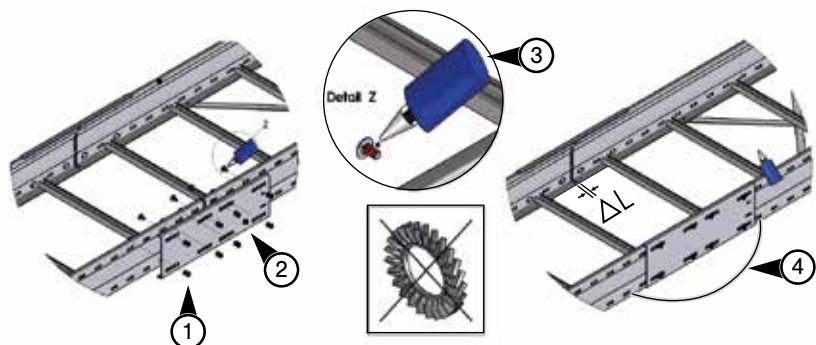

Рисунок 4 Монтаж соединителя в качестве плавающей опоры
1. Определите расстояние для компенсации удлинения как описано в Глава 7.1.2 auf Seite 13 (см. ΔL в Рисунок 4).
2. Закрепите соединитель на одной из двух соединяемых кабельных трасс (см. Рисунок 4, № 1).